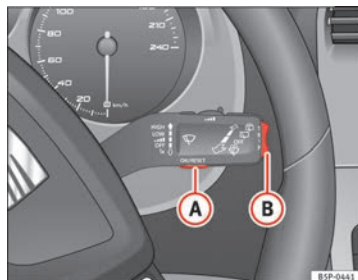
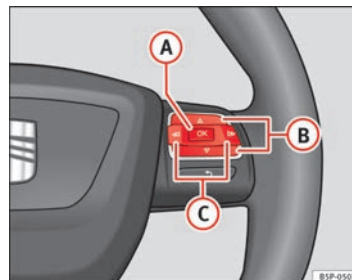

Abb. 45 Scheibenwischerhebel: Taste A zur Bestätigung von Menüpunkten und Wippe B zum Wechseln der Menüs
Abb. 46 Bedienelemente am Lenkrad: Taste A zum Bestätigen der Menüpunkte und Tasten B zum Wechseln der Menüs
- Zum Aufrufen des Menüs „Einstellungen“ drücken Sie die Taste **(C)** ⇒ Abb. 46, bis die entsprechende Anzeige am Display erfolgt. Nun befinden Sie sich in diesem Menü.
- Zum Umschalten zwischen den Speichern drücken Sie bei eingeschalteter Zündung kurz die Taste **[A]** ⇒ Abb. 45 ⇒ Seite 71 am Scheibenwischerhebel oder die Taste **[OK]** am Multifunktionslenkrad ⇒ Abb. 46 ⇒ Seite 71.
In der Multifunktionsanzeige können Sie durch Betätigen der Wippe **(B)** ⇒ Abb. 45 ⇒ Seite 71 am Scheibenwischerhebel oder durch Drücken der Taste **(Δ)** bzw. **(▽)** ⇒ Abb. 46 am Multifunktionslenkrad* die folgenden Daten abfragen*.
- Drücken Sie die Taste **⏏** bzw. **⏏** am Multifunktionslenkrad* ⇒ Abb. 46, bis das Menü **Fzg-Status** angezeigt wird.